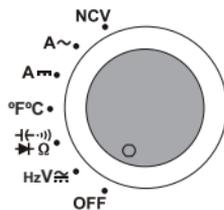

Fig. 2
- Il prodotto è spento se il selettore (3) si trova in posizione **OFF** (Fig. 2). Spegner il prodotto dopo il processo di misurazione.
- Selezionare le singole funzioni di misura mediante il selettore. La scelta automatica del campo è attiva in alcune funzioni di misura. In questo caso viene sempre impostato automaticamente il campo di misura più adatto. Sul display LCD appare **Auto** (E).